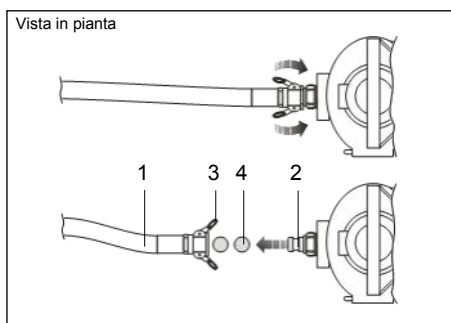

FIG.39 (Scollegamento del tubo trasporto materiale e inserimento palline in gommaspugna per pulizia)
- 1) Scollegare il tubo trasporto materiale (FIG.39-Rif.1) dall'attacco (FIG.39-Rif.2) tirando le leve laterali (FIG.39-Rif.3);
- 2) Inserire nel tubo trasporto materiale le due palline in gommaspugna in dotazione (FIG.39-Rif.4);